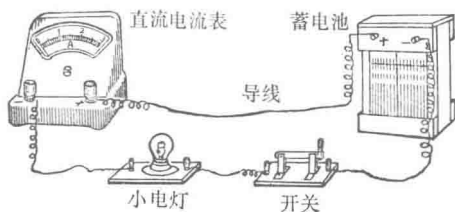

图 1-5 电流表的接线
程^①，否则，电流表会被烧坏。直流表还要注意极性(把它的“+”接线柱接在跟电源正极连接的那端，把“-”接线柱接在跟电源负极连接的那端)，不能接反。否则，电流表的指针就要反转，使表损伤。接线顺序如图 1-5 所示，电流表必须串接在电路中使用。
3. 用导线把电池、开关、电珠和电流表按图 1-5 进行接线，测量通过电珠的电流强度，并画出电路图。